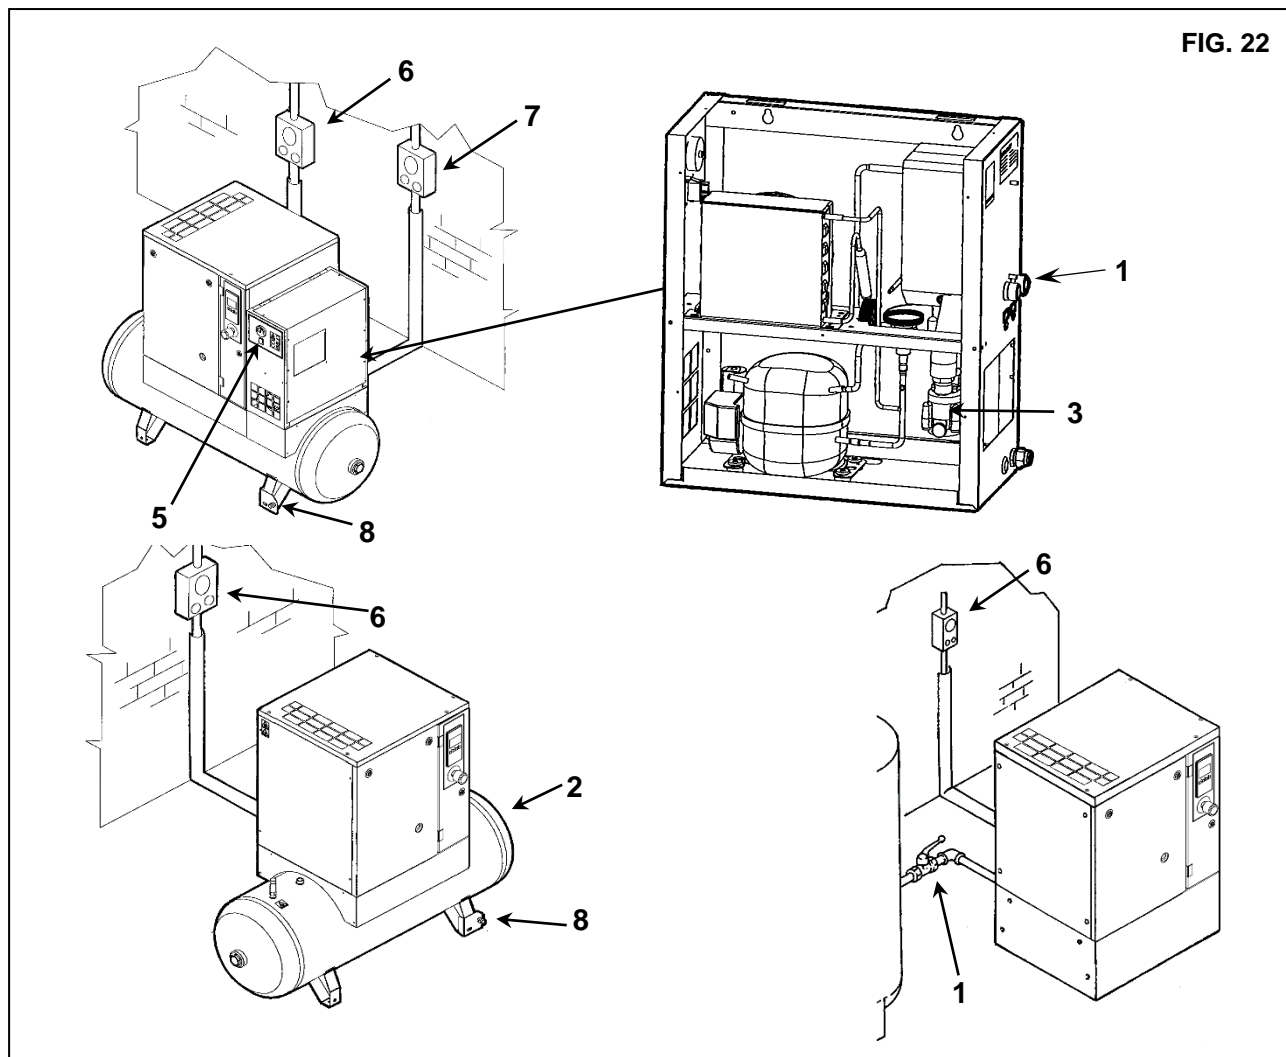

FIG. 22
16.0 PERIOADE DE INACTIVITATE (FIG. 22)
- Închideți supapa Ref. 1 și Ref. 2 Fig. 22.
- Apăsăți butonul de comutare Ref. 5 Fig. 22 (dacă unitatea este cu uscător)
- Deschideți (deconectați) comutatorul diferențial de alimentare, Ref. 6 (pe compresor) și Ref. 7 (dacă unitatea este cu uscător) Fig. 22.
- Eliberați presiunea din uscător și din rezervorul de aer prin deschiderea supapei de evacuare Ref. 8 Fig. 22.
- Închideți supapa Ref. 8 Fig. 22 după ce presiunea reziduală din unitate este eliberată.